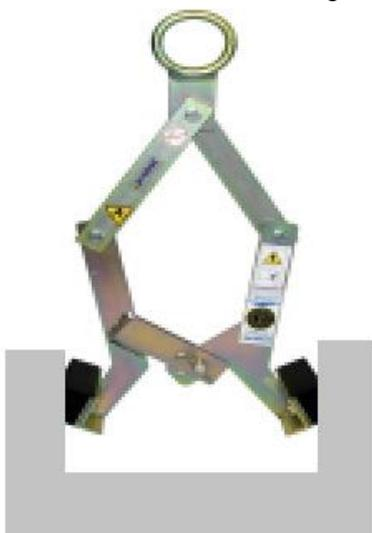

Abb. 1
- Das Gerät kann nun mit dem Greifgut (Kabelkanal) angehoben werden. Dabei ist zu beachten, dass die Greifbacken vollflächig an den Greifflächen des Greifgutes anliegen! → Abb. 1